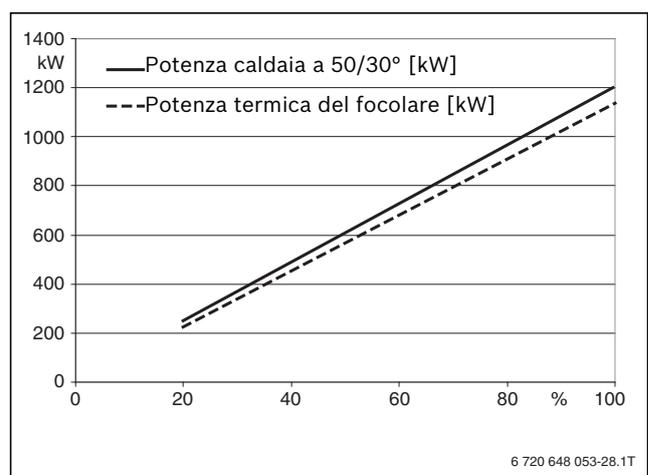

Fig. 26 Diagramma
- Regolare la potenza massima del bruciatore uguale alla potenza massima nominale Q_n indicata sulla targhetta di caldaia (→ Fig. 26).